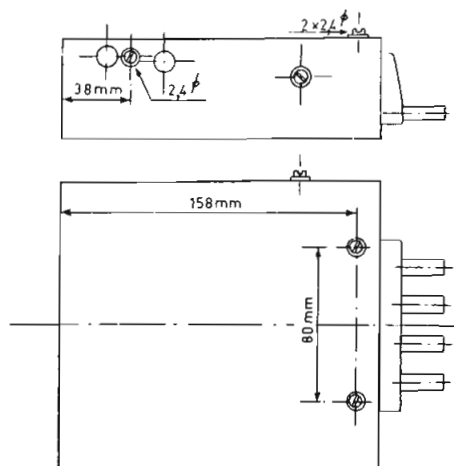

fig. 2
- 1) Fig. 2: de aanduiding S 13 moet zijn S 14 en de aanduiding S 4 moet zijn S 34